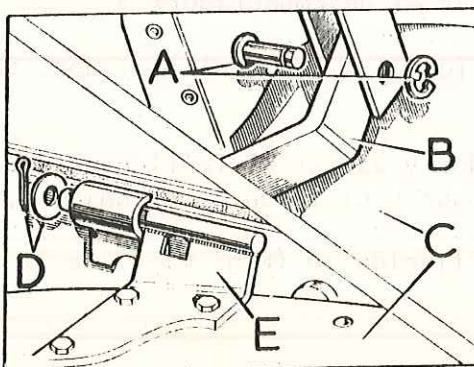

Fig. Q1-2 Elementos de fijación del capó
- 2.2. Soltar los elementos de fijación, D (Fig. Q1-2) de la bisagra, E, del capó.
- 2.4. Soltar los elementos de fijación, A (Fig. Q1-2) que fijan la tiranta, B, de apoyo al capó.